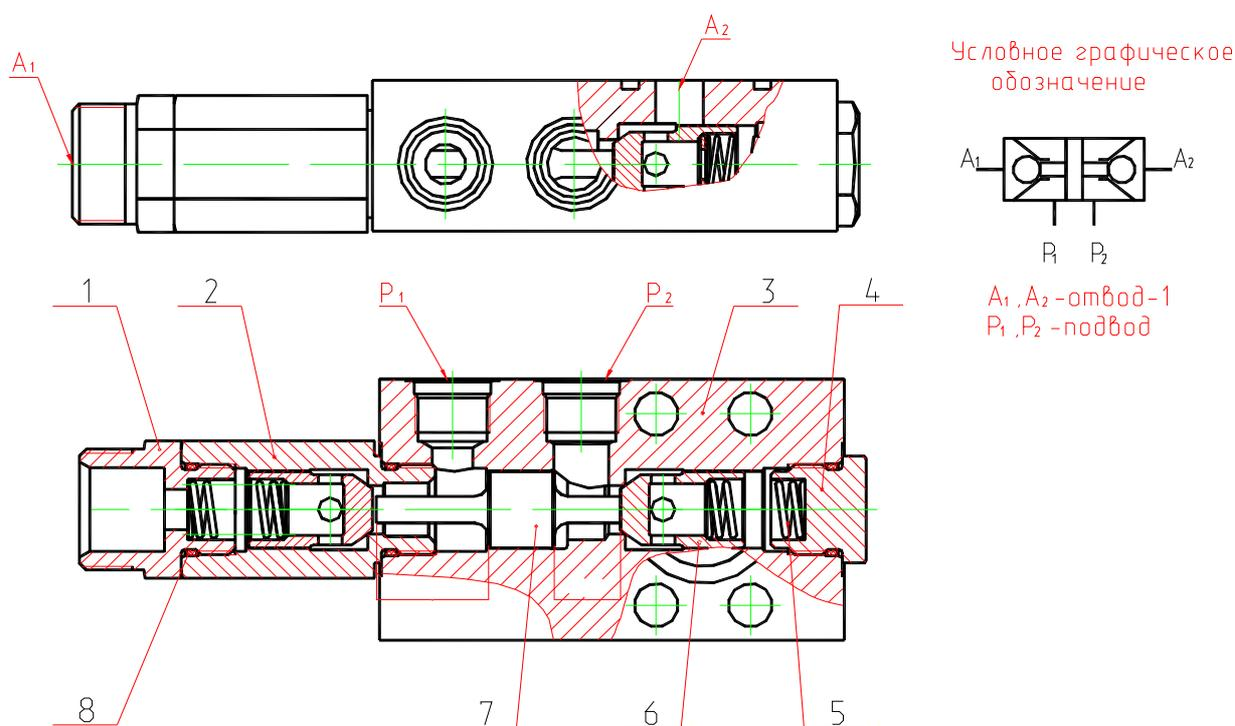

Рис. 57 Гидрозамок
13. ГИДРОЗАМОК (рис. 57)
Общий вид гидрозамка показан на рис. 57.